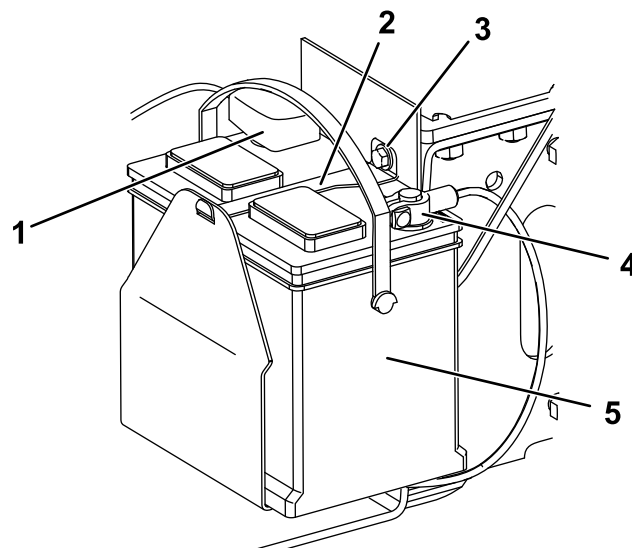

Рисунок 38
6. Отсоедините отрицательный (черный) кабель от штыря аккумулятора (Рисунок 38). Сохраните крепежные детали.
8. Отсоедините положительный (красный) кабель от штыря аккумулятора (Рисунок 38). Сохраните крепежные детали.
5. Снимите болт, шайбу и планку крепления аккумулятора (Рисунок 38).
1. Используя ранее снятые крепежные детали, подсоедините положительный (красный) кабель к положительному (+) штырю аккумулятора (Рисунок 38).
3. Используя ранее снятые крепежные детали, подсоедините отрицательный (черный) кабель к отрицательному (-) штырю аккумулятора (Рисунок 38).
4. Прикрепите аккумулятор, используя планку, болт и шайбу (Рисунок 38).